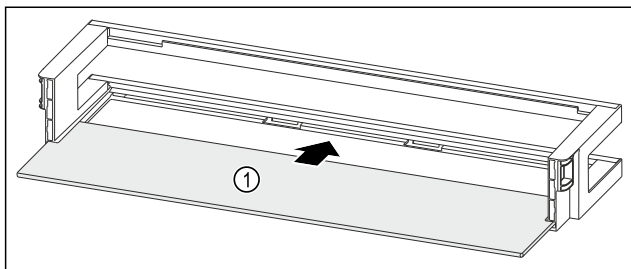

Fig. 52 Durų lentynėlė su lentyna
- ▶ Įstumkite lentyną Fig. 52 (1) į šonines angas.